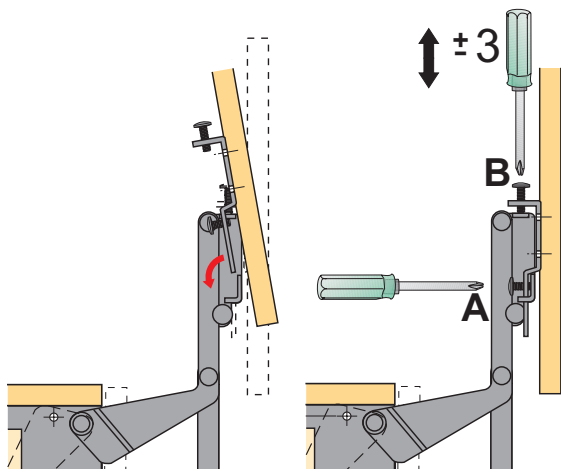

Abb.3
- Setzen Sie die Scheibe an der festgeschraubten Konsole an (siehe Abbildung 3),
- Schrauben Sie mit einem Kreuzschlitzschraubenzieher die seitlichen Konterschrauben ein (siehe Abbildung 3, Pos. A),
- Stellen Sie mit einem Kreuzschlitzschraubenzieher die Position der Scheibe gegenüber dem restlichen Teil des Möbels (± 3 mm) mit Hilfe der beiden oberen Einstellschrauben ein (siehe Abbildung 3, Pos. A).